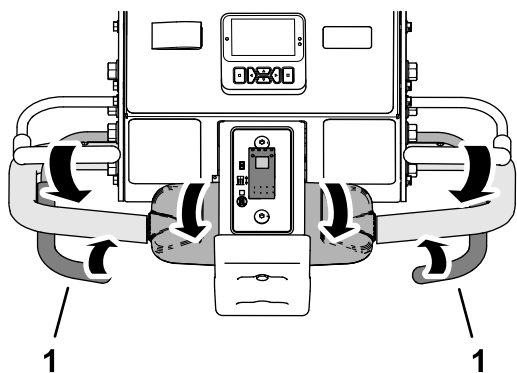

图 83
3. 在前轮胎滚过打孔区域的周边时握住左侧或右侧打孔把手图 83。